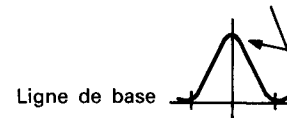

Fig. 22
- Appliquer un signal faible du généscope sur broche n°3 du IC201. Régler T101 afin d'obtenir un gain maximum et la forme d'onde de la Fig. 22. Si le centre de la forme d'onde ne peut pas être aligné sur le marqueur, régler la balance droite/gauche.